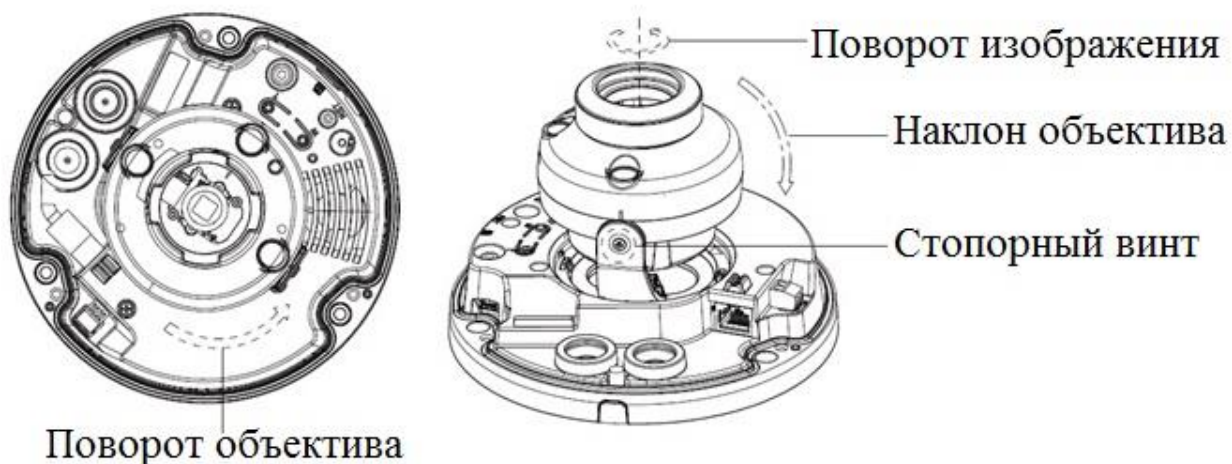

Рисунок 6
4.7 Ослабьте два стопорных винта с обеих сторон и отрегулируйте объектив для получения требуемого угла обзора (рис.6).